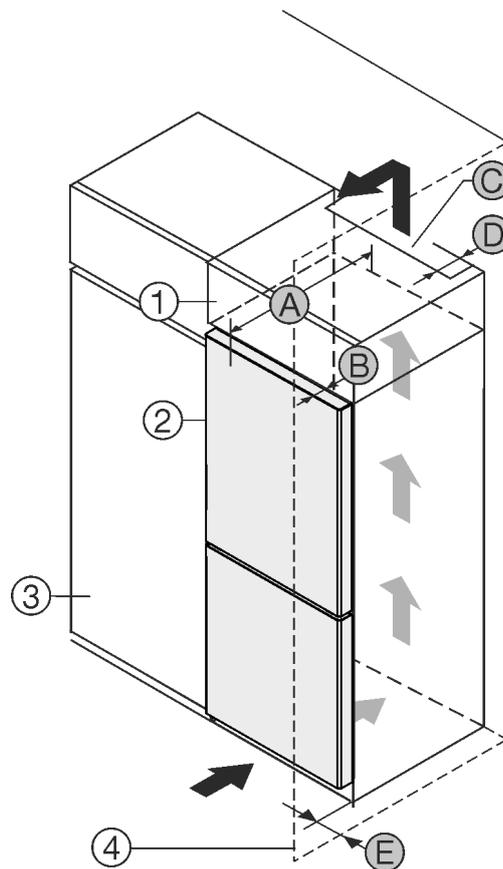

Fig. 1
- (1) Rehausse
- (2) Appareil
- (3) Placard de cuisine
- (4) Mur
- (A) Profondeur de l'appareil
- (B) Profondeur de porte
- (C) Section de ventilation
- (D) Distance du dos de l'appareil
- (E) Distance par rapport au côté de l'appareil
Vous pouvez placer le réfrigérateur directement à côté de l'armoire de cuisine Fig. 1 (3).
Une sortie d'air avec la profondeur Fig. 1 (D) doit être présente au dos de la rehausse sur toute sa largeur.
La section de ventilation *Fig. 1 (C)* sous plafond doit être respectée.
Si le réfrigérateur est installé avec les charnières près d'une paroi *Fig. 1 (4)*, la distance entre le réfrigérateur et la paroi doit être d'au moins 13 mm .
Si le réfrigérateur est installé avec les charnières près d'une paroi *Fig. 1 (4)*, la distance entre le réfrigérateur et la paroi doit être d'au moins 20 mm .
Pour pouvoir ouvrir complètement les portes, le réfrigérateur doit dépasser de la profondeur de la porte *Fig. 1 (B)* par rapport à la façade du placard. L'appareil peut déborder encore plus en fonction de la profondeur des placards *Fig. 1 (3)* et de l'utilisation de cales d'épaisseur.